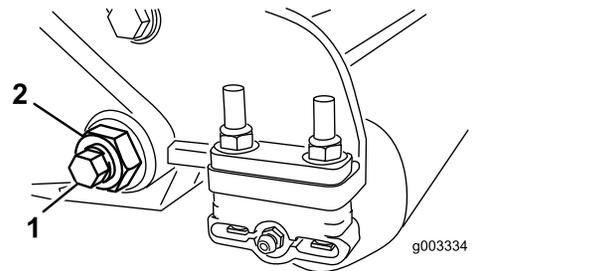

Bild 32
3. Lösen Sie an jeder Seite der Maschine die Sicherungsmutter, mit der die Schraube des Untermesserträgers befestigt ist (Bild 32).
4. Nehmen Sie jede Schraube des Untermesserträgers ab, damit der Untermesserträger nach unten gezogen und von der Maschinenschraube entfernt werden kann (Bild 32).